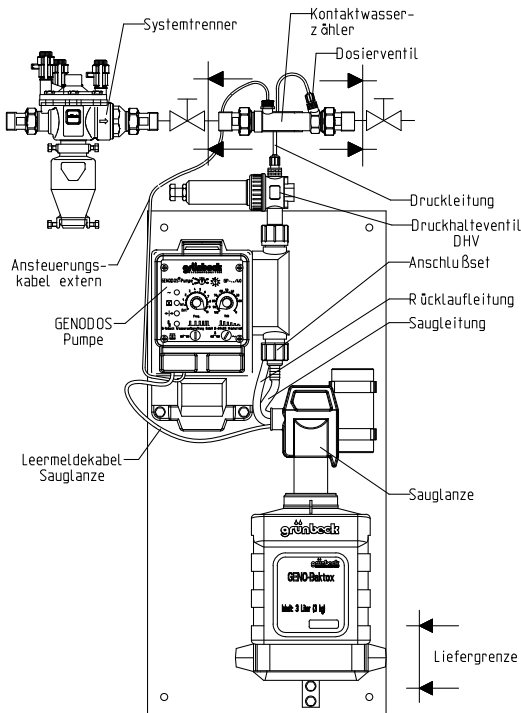
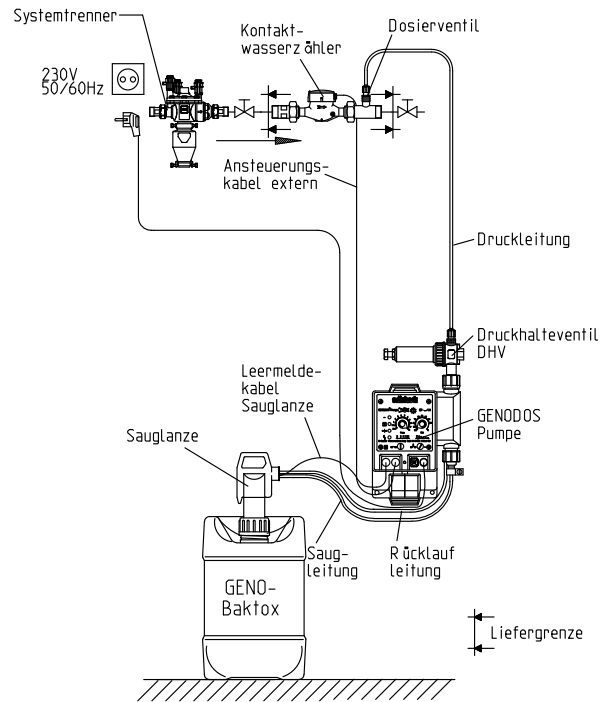

Abb. 2: Dosieranlage GENODOS® DM-B 6
Abb. 3: Dosieranlagen GENODOS® DM-B 10 – DM-B 30
- Das Dosierventil ist so zu setzen, dass vor dem Ventil und danach eine Absperrmöglichkeit vorhanden ist (siehe Abb. 2 und Abb. 3).
Die Wasserzähler müssen gemäß des angebrachten Flussrichtungspfeiles (→) in die Wasserleitung montiert werden. Bei den Kontaktwasserzählern der Nennweiten 1½“ und 2“ muss darauf geachtet werden, dass das Einlegeteil mit Impfanschluss auf der Ausgangsseite des Wasserzählers montiert wird (siehe Abb. 3).